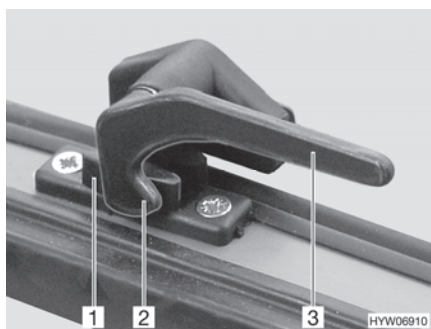

Bild 68 Låsarm i läget "stängd"
- Sväng låsarmen (Bild 68,3) ett kvarts varv mot fönstrets mitt.
- Sväng låsarmen (Bild 68,3) ett kvarts varv mot fönsterkarmen. Låsspaken (Bild 68,2) är placerad på insidan av fönsterlåset (Bild 68,1).
- I läget "helt stängt" (Bild 68)